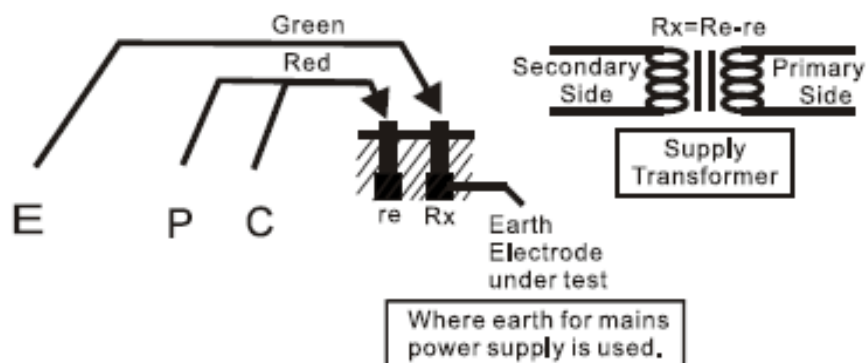

Fig.2
- a. Cette méthode est conseillée quand la résistance est supérieure à 10 Ω ou quand il est impossible d'utiliser les pointes à terre auxiliaires. Une valeur appropriée de la résistance à terre peut s'obtenir avec le système à double câble comme indiqué sur la figure 2